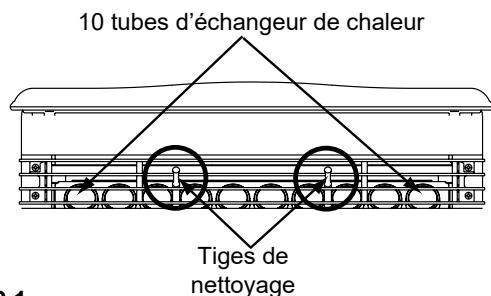

Figure 20.1
- c. Si vous rencontrez trop de résistance quand vous tirez sur la tige, utilisez le grattoir à creuset pour détacher les matériaux accumulés sur la plaque inférieure du creuset de combustion pour enlever tout mâchefer. De gros morceaux de scories pourraient devoir être enlevés du dessus du creuset de combustion. Fermez complètement la plaque de fond du creuset de combustion quand vous avez terminé (**Figure 20.1**).
- Localisez les 2 tiges exposées situées directement sous les tubes des échangeurs de chaleur (**Figure 20.1**).